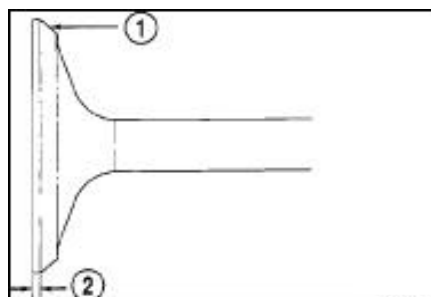

图. 63进气和排气门表面
(2)在气门修整之后，请检查留下的边缘(图. 63)，进气门边缘不能小于0.79 mm。